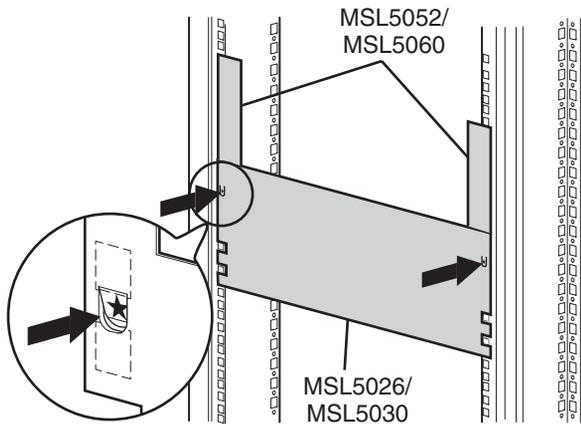

Abbildung 2–3: Library-Schablone (Abbildung mit 9000 Rack)
1. Verwenden Sie die mit der Library gelieferte Schablone, um die Position der Befestigungsteile an den Montageschienen des Racks zu markieren (siehe Abbildung 2–3). Die schwarzen Punkte an den Seiten der Schablone kennzeichnen die Oberkante einer U-Höheneinheit.
2. Legen Sie die Schablone beiseite, und befestigen Sie die Schienen mit Hilfe der beigelegten Befestigungen (siehe Abbildung 2–4). Die vorderen Halterungen der Schienen sind mit Gewinden versehen, in die Schrauben direkt eingedreht werden können. Die hinteren Halterungen verfügen nicht über Gewinde, so dass Käfigmuttern/Clipsmuttern in die hinteren vertikalen Schienen des Racks eingesetzt werden müssen.